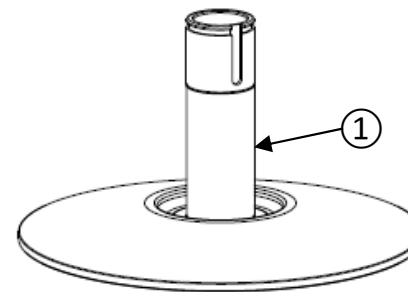

Figure 24
L'arbre ne peut pas être démonté du flasque fixe (1) (figure 24).